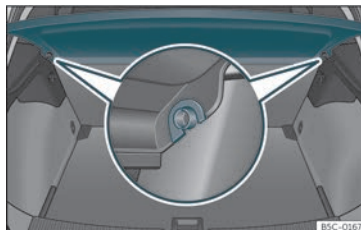

Fig. 115 Nel bagagliaio: smontare e montare il ripiano.
- Togliere il pannello dai supporti laterali »» fig. 115 tirandolo verso l'alto ed estrarlo.
- Inserire la copertura in modo orizzontale facendo coincidere la "mezzaluna" sull'asse dei supporti »» fig. 115 e premendo verso il basso fino a far scattare l'innesto.